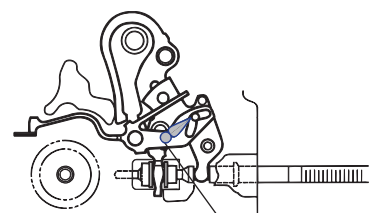

Fig. 16
- 19 TRAIN WHEEL SETTING LEVER (Fig. 16)